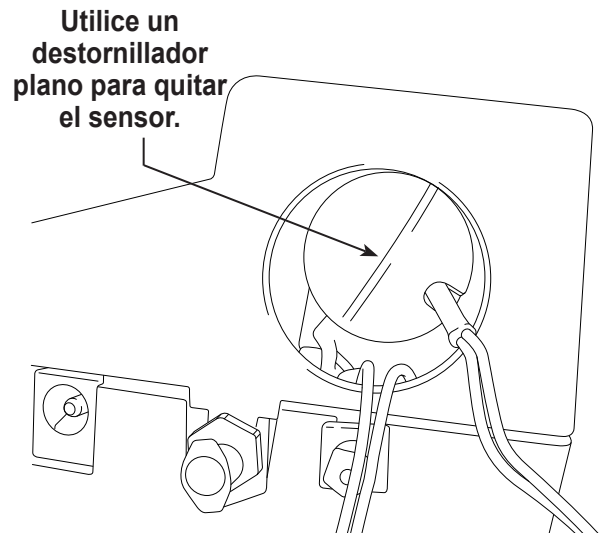

Figura 24
7. Aparte la tapa y el arnés. Sostenga el conductor del sensor y utilice un destornillador plano para desenroscar y quitar el sensor de oxígeno. Véase la Figura 24.